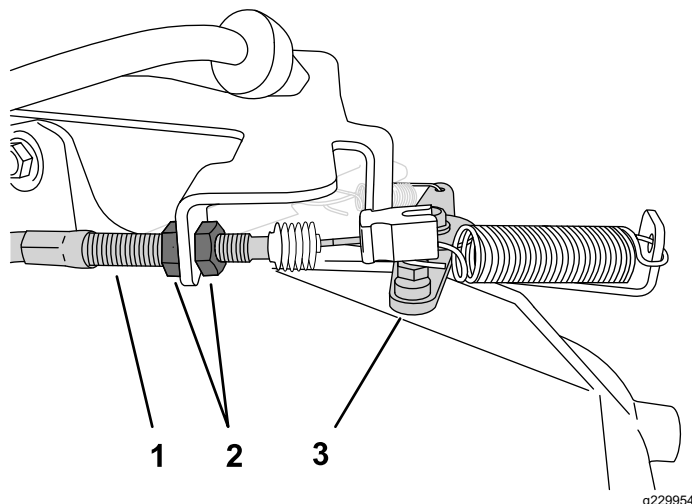

Рисунок 44
2. На корпусе троса дроссельной заслонки ослабьте переднюю контргайку и затяните заднюю контргайку, чтобы увеличить малую частоту холостого хода (Рисунок 44).